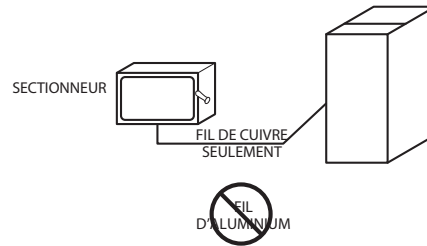

Fig. 33 – Coffret électrique externe fourni sur place sur le caisson de la chaudière
Ne branchez pas de fil d'aluminium entre le disjoncteur et la chaudière. Utilisez uniquement du fil de cuivre. Consultez la Fig. 33.
1. Percez deux (2) trous de 3 mm (1/8 po) dans les dépressions du caisson de la chaudière près de la découpe de 22 mm (7/8 po) sur le côté du caisson. Ne retirez pas la découpe du côté du caisson.
9. Raccordez les fils d'alimentation et neutres sur place aux fils d'alimentation électrique de la chaudière à l'intérieur du coffret électrique externe, comme illustré à la Fig. 33.